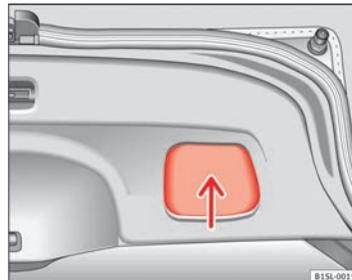

Fig. 23 Portellone posteriore aperto: maniglia di presa ad incavo ▶
- Prendere la maniglia di presa ad incavo del rivestimento interno del portellone posteriore ⇒ **fig. 23** (freccia).